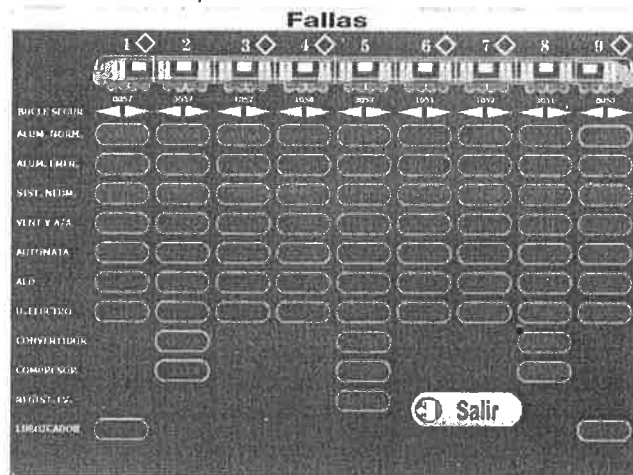

Figura 13. Pantalla de fallas con señalización de falla alumbrado normal, convertidor y compresor.
- Verificar en PC en la cabina de conducción, dentro de la pantalla **FALLAS**, la señalización de **falla Convertidor** en uno o más carros como la Figura 13: